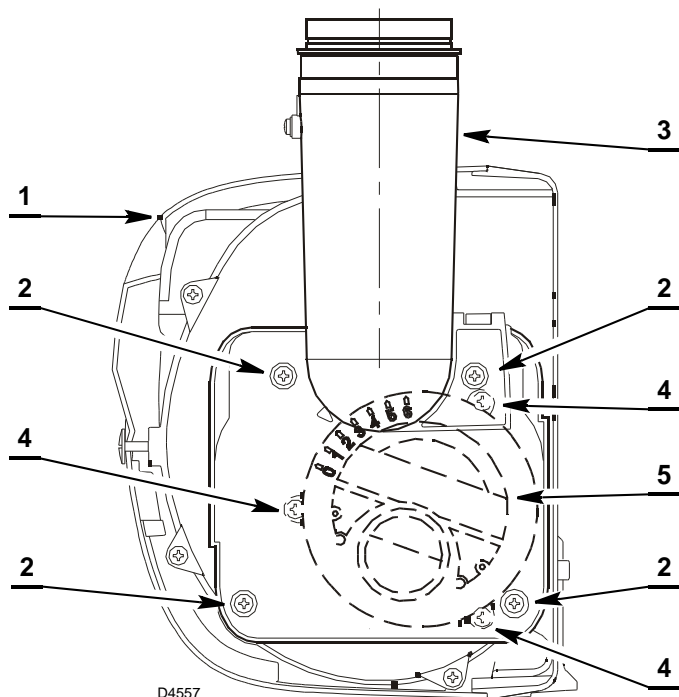

Fig. 24
- quitar la envolvente 1) (Fig. 24), desenroscar la tuerca de fijación de la brida y extraer el quemador;